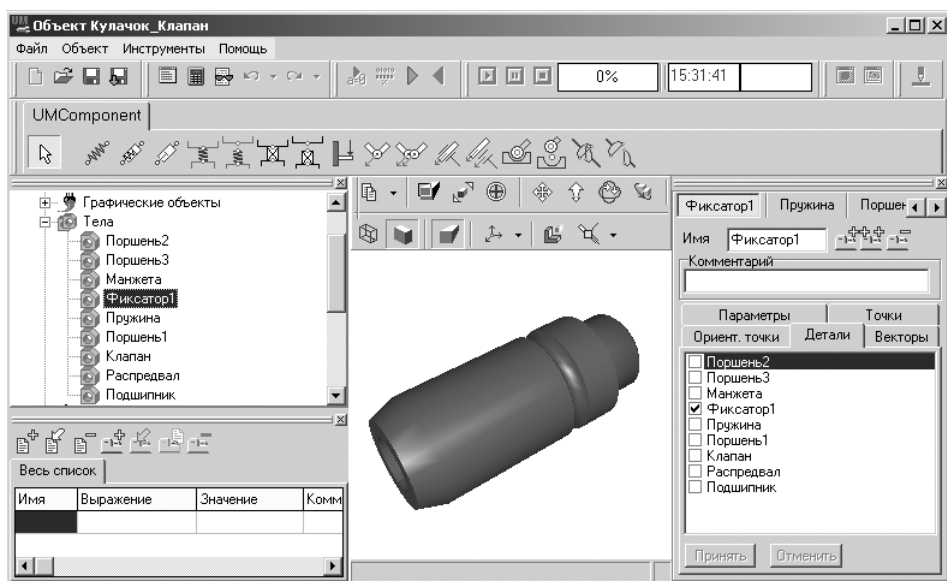

Рис. 2.12. Активизированный объект **Фиксатор1** и раскрытая закладка **Детали** в окне **Инспектор** главного окна системы
- щелкните в **Списке элементов** в раскрытом пункте **Тела** по пункту **Фиксатор1**, а затем в окне **Инспектор** по закладке **Детали**, см. рис. 2.12.